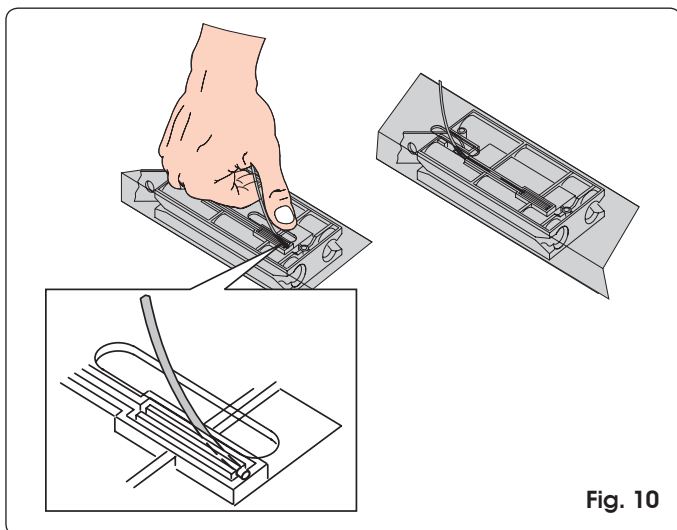

Fig. 10
- 2) Introduzca el terminal del cable en el alojamiento de color rojo (Fig. 10).